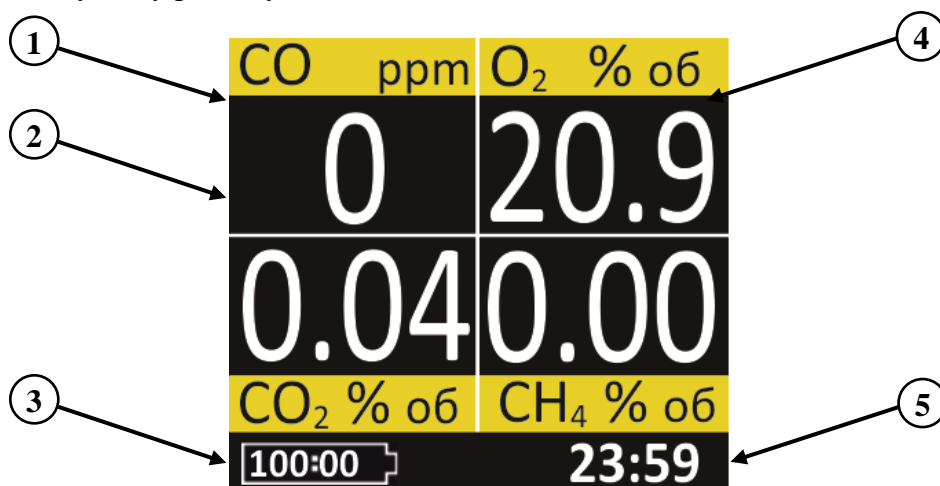

Рисунок 6. Дисплей в режиме измерения данных
- измеренные данные, заряд батареи и текущее время (рис.6).
На встроенном жидкокристаллическом дисплее отображаются следующие данные (рис.6):
В случае отсутствия измерительного канала, в зависимости от модификации прибора, поля 1, 2 и 4 (на рис.6) будут пустые для данного канала.